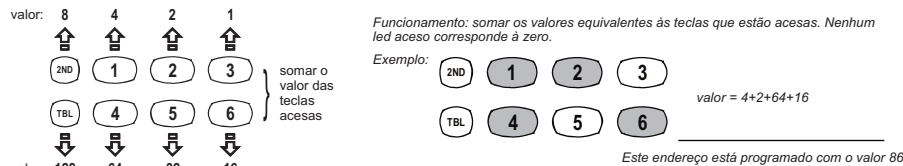

figura 3: exibição de dados decimais no teclado LED
- 4. O teclado mostrará os dados atuais que estão armazenados, conforme apresentado na figura 3